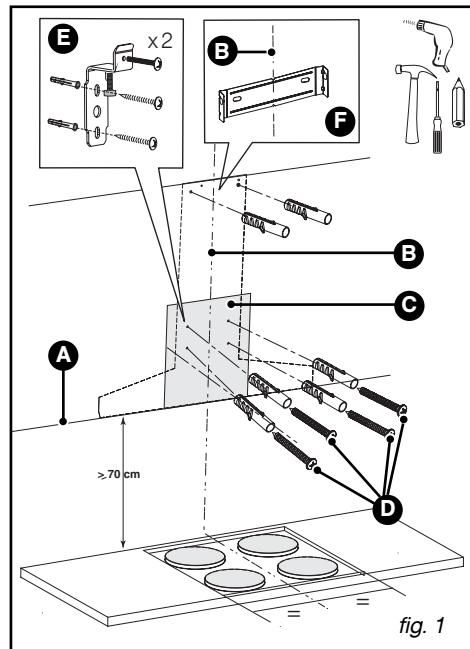

fig. 1
- Tracez un trait horizontal à 70 cm minimum du plan de cuisson (A/fig.1).
- Tracez un trait vertical (B/fig.1) sur le mur, centré par rapport au plan de cuisson et allant du plafond jusqu'en limite du trait horizontal précédent (A).
- Placez le gabarit C (fig. 1) sur le mur en superposant le trait représentant l'axe de la hotte sur le trait vertical B (fig.1) tracé précédemment.
- Placez le support cheminée F (fig. 1) en appui sur le plafond et positionnez les encoches sur l'axe B.